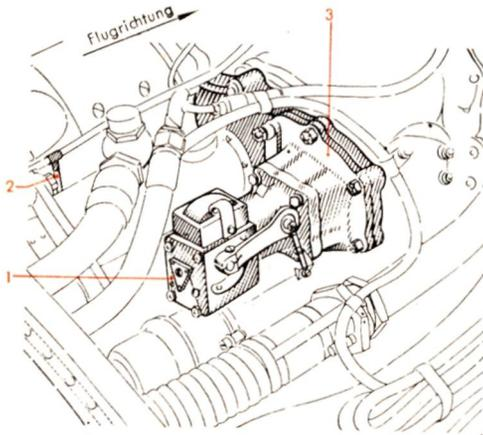

Abb. 5 Fliehkraftregler
Die Wechselschalter (1) (Abb. 2) zum Ein- bzw. Ausschalten der Fliehkraftregler (Automatik) und die Handwählschalter (2) zum Einstellen der Luftschaubensteigung befinden sich im Bedientisch an der linken Führerraumseitenwand. Die Fliehkraftregler (1) (Abb. 5) sind unter Dazwischenschalten von Getrieben (3) an den Motoren angeflanscht. Das Einheitsverstellgerät (3) (Abb. 3) und die Gerätetafel mit dem mechanischen Stellungsanzeigergerät (5) für Luftschaubenstellungen sind an den Motorträgern befestigt. Die Gerätetafel ist austauschbar und kann am linken oder rechten Motorträger in vorgesehenen Halterungen angebracht werden. Der Antrieb des mechanischen Stellungsanzeigers (5) erfolgt durch eine biegsame Welle (1) vom Verstellgerät (3) aus. Wird es durch Triebwerkswechsel erforderlich, die Gerätetafel an dem linken
Die automatische Drehzahlregelung mittels des Fliehkraftreglers wird, wie bereits anfangs erwähnt, nur bei Abflug oder Sturzflug eingeschaltet. Der Fliehkraftregler (1) (Abb. 5), welcher auf eine Drehzahl von 2350 U/min eingestellt ist, wird vom Motor über das Zwischengetriebe (3) angetrieben. Ändert sich die Motordrehzahl, dann wird vom Fliehkraftregler über den Relaiskasten das Einheitsverstellgerät eingeschaltet und somit die Luftschaubensteigung verändert, bis der Motor wieder mit einer Drehzahl von 2350 U/min (Reglereinstellung) läuft.